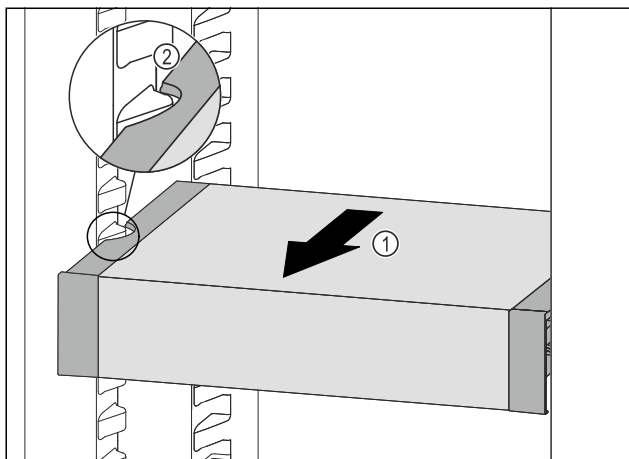

Fig. 126
- Táhněte VarioSafe dopředu Fig. 126 (1), dokud nebudou boční vybrání VarioSafe na úrovni žebrování na nádoby v chladničce. Fig. 126 (2)